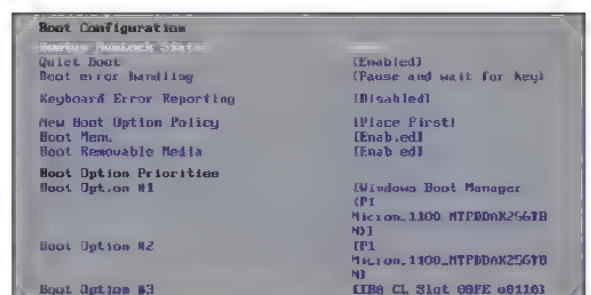

Bild 3: Einstellung der Boot-Sequenz
10. Welche Veränderung im Startverhalten des PC wird durch das Ändern der Bootsequenz (Bild 3) erreicht?